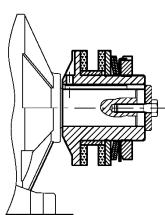
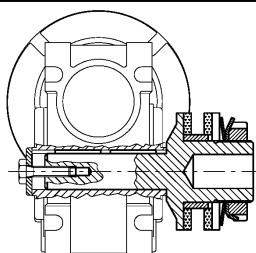

FIG. 2
FIG. 3
- Il fissaggio del dispositivo può essere effettuato assialmente con vite e rondella (FIG.2), radialmente con grano sulla linguetta (FIG.3). Oltre a questi bloccaggi possono essere utilizzati, a richiesta, calettatori interni (FIG.4) o esterni (FIG.5).
- The device can be fixed axially with a screw and washer (FIG. 2) or radially with grub screw (FIG. 3). In addition to these std. fixing system can also be used a locking assembly (FIG. 5) or shrink discs (FIG. 6).